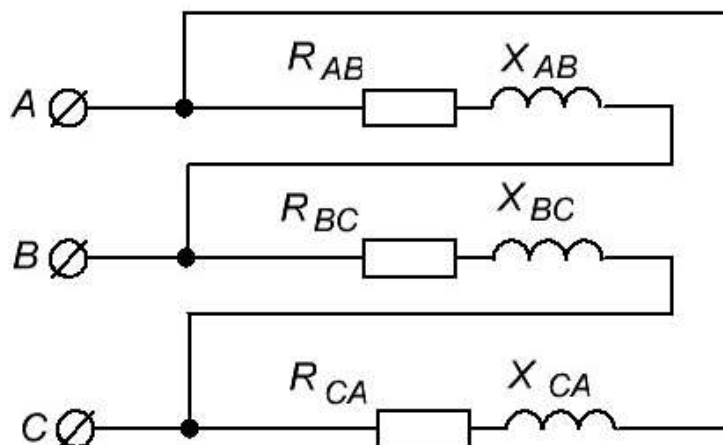

Рисунок 8 – Схема трехфазного потребителя, соединенного в треугольник
1. Составляем схему цепи (рисунок 8)